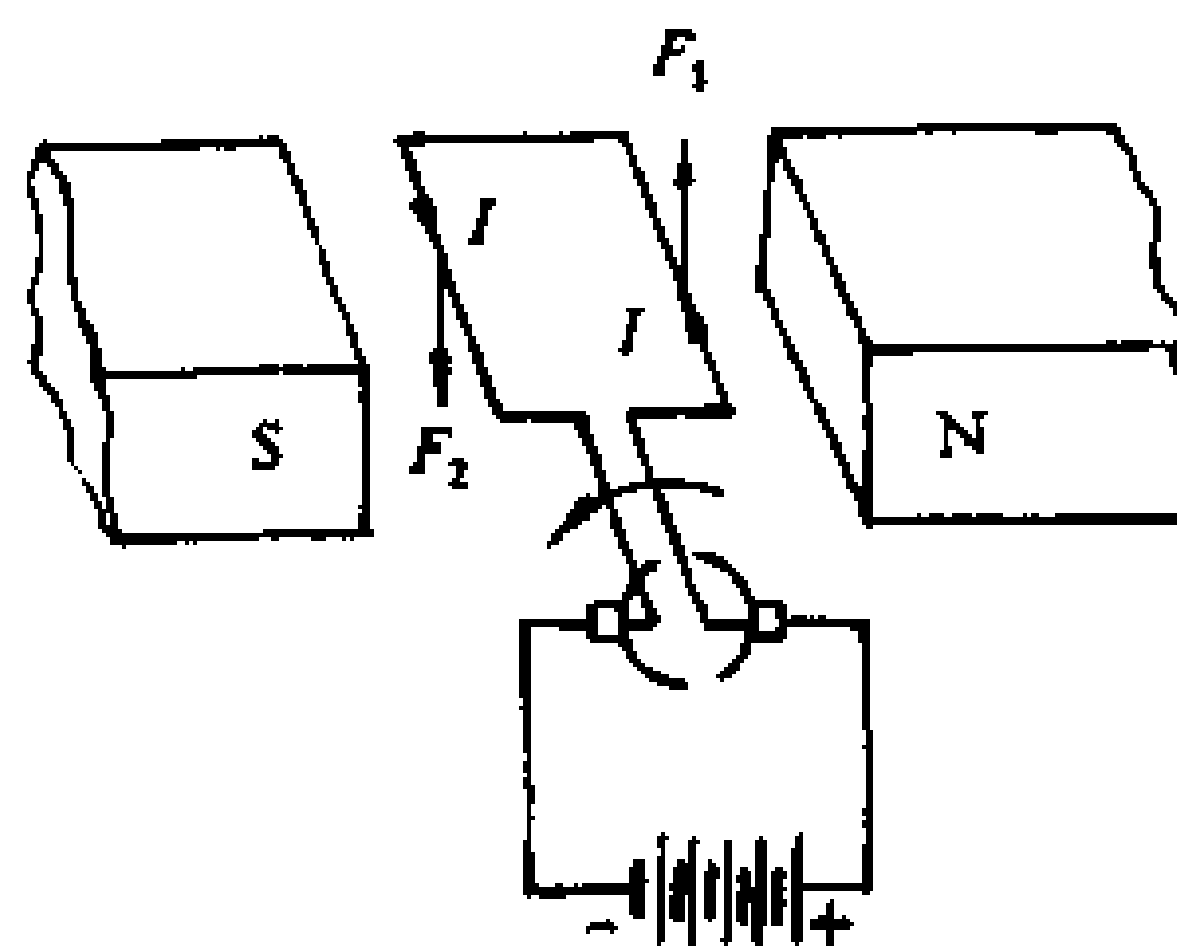

图 1-54 直流电动机动作原理图
(5) 电磁力的应用: 在实际生产中, 人们广泛利用了磁场对通电导体产生作用力这一客观规律。图 1-54 为直流电动机动作原理图, 其线圈转动方向就是根据左手定则确定的。另外, 电气仪表中的磁电系表计和电动系表计也是根据这一原理制造的。